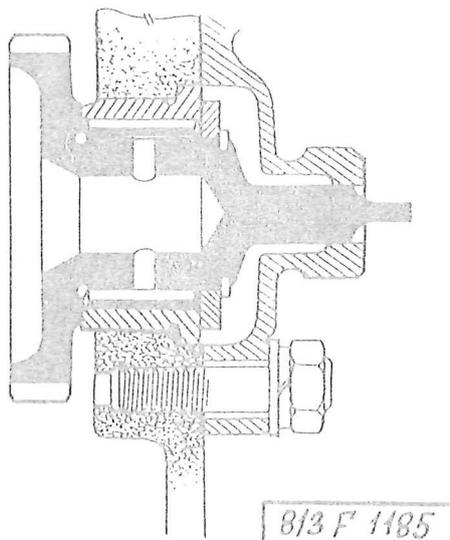

Abb. 03-77 Einbau des Rades für den Drehzahlmesser-Antrieb
27. In die Bohrung für die Lagerung des getriebenen Rades des Drehzahlmessers im Gehäuse der Steuerräder die Büchse eintreiben. In die Büchse Lagernadeln einlegen, das Rad des Drehzahlmesser-Antriebes einschieben, die Andrückscheibe aufschieben und mit Sicherungerring sichern (Abb. 03-77).